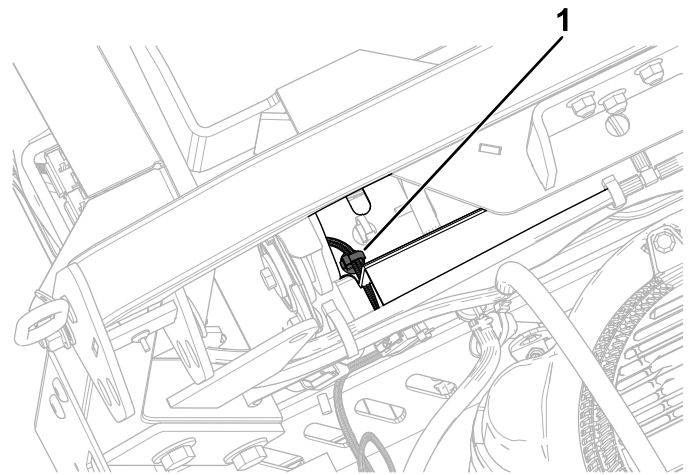

図 14
3. もう一個のオシコミファスナーを、後側燃料タンクブラケットに取り付ける 図 14。